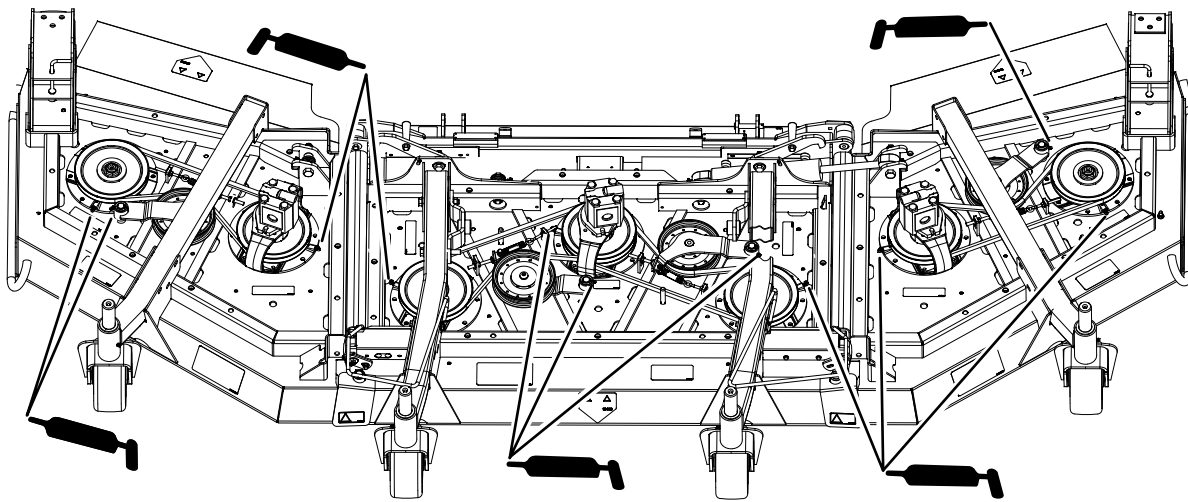

Figura 51
- Cojinetes de eje (3) (situados debajo de la polea) (Figura 51).
- Casquillos del pivote del brazo tensor (2) (Figura 51)